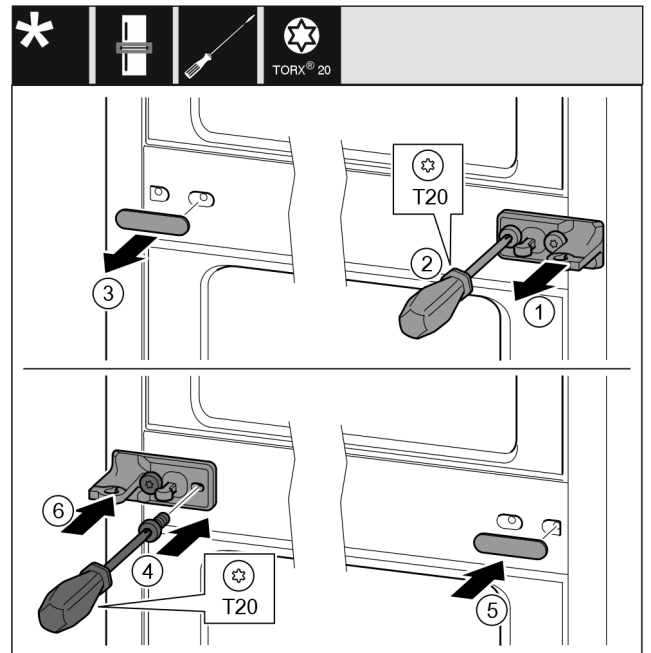

Fig. 33
- ▶ Skru av skiven. Fig. 33 (1)
- ▶ Skru ut skruene med skrutrekker T20. Fig. 33 (2)
- ▶ Trekk deksel forsiktig av. Fig. 33 (3)
- ▶ Skru fast lagerbukken med folie, dreid 180°, på den andre siden. Fig. 33 (4)
- ▶ Monter dekselet, dreid 180°, på den andre siden. Fig. 33 (5)
- ▶ Skyv skiven på forfra. Fig. 33 (6)